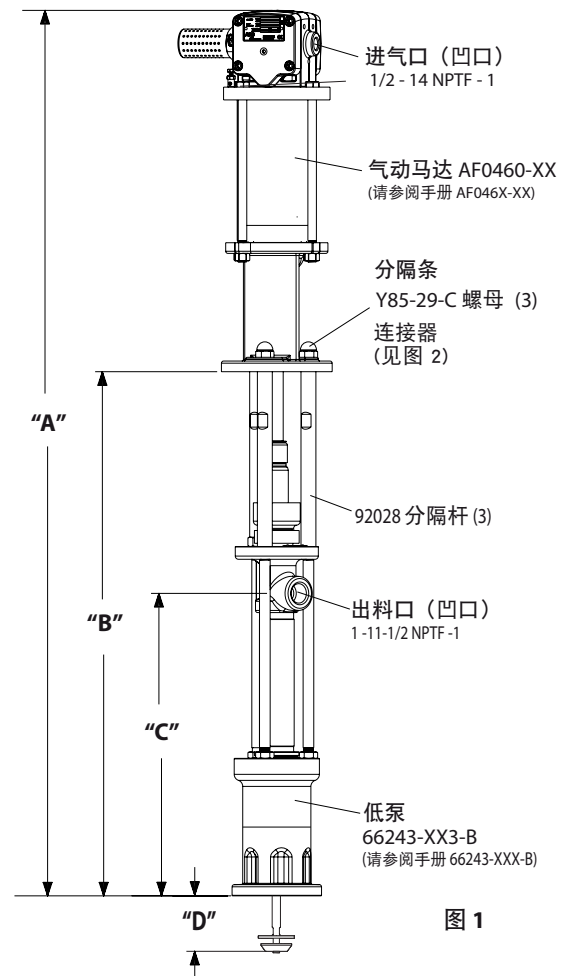

图 1
2. 从三个垫片棒删除三个螺母 (Y85-29-C) 见图 1)。